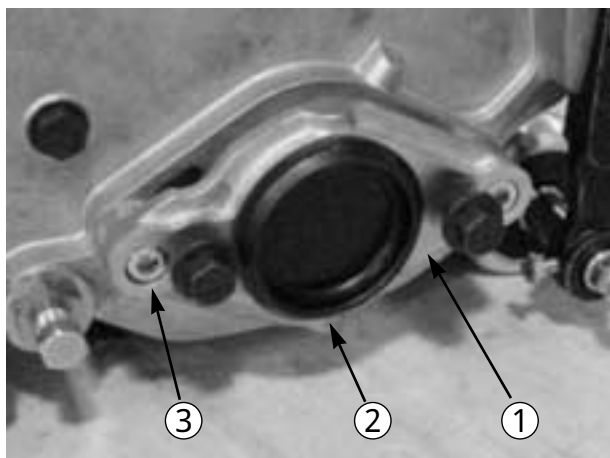

図 6
B. カuttingユニット右側のベアリング・ハウジングからプラスチック製のふた（図6）を取り外す。